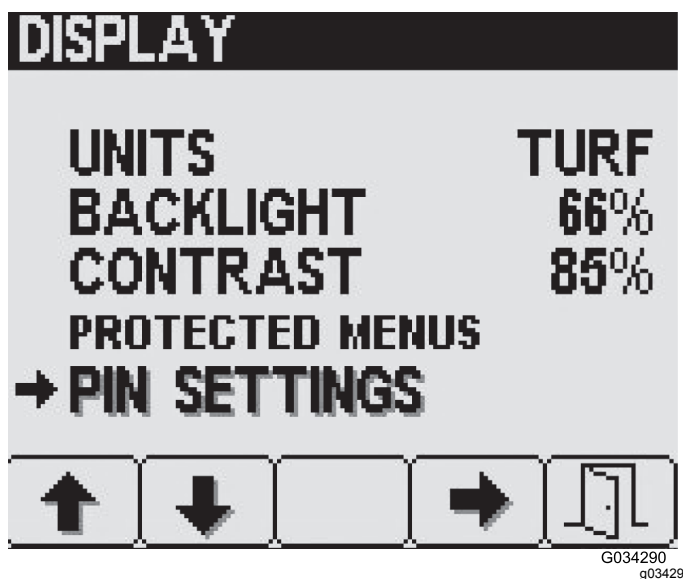

Figura 24
Impostazioni PIN, poi premete il pulsante 4 per selezionare Impostazioni PIN (Figura 24).
1. Premete il pulsante 2 sulla schermata Impostazioni display fino a raggiungere Impostazioni PIN, poi premete il pulsante 4 per selezionare Impostazioni PIN (Figura 24).